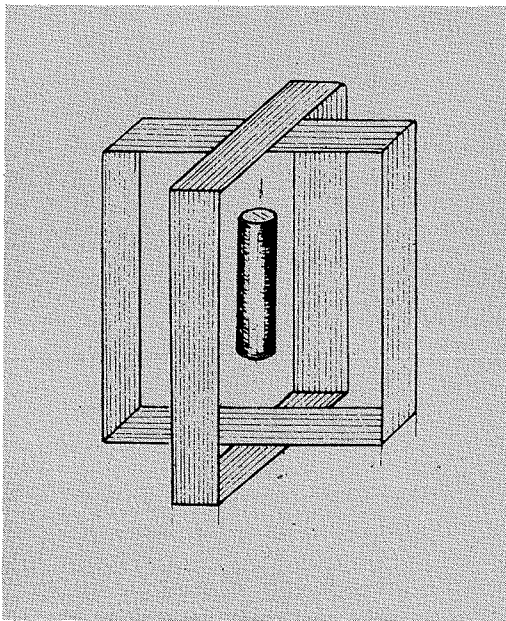

Fig. 20
Galileo Ferraris voleva, in altri termini, ottenere di sostituire alla rotazione materiale dell'elettrocalamita di cui sopra, quella di una coppia di poli aventi, rispetto all'organo da fare ruotare, effetti elettrici e meccanici equivalenti a quella dei poli della elettrocalamita, ma che avrebbero dovuto nascere e spostarsi attorno all'organo anzidetto, immettendo le singole correnti alternate di un sistema bifase in due bobine disposte attorno ad un asse centrale servente di rotazione all'organo più volte citato e formanti, l'una rispetto all'altra, un angolo proporzionale all'intervallo di tempo (1/4 di periodo) esistente tra una fase e l'altra del sistema bifase e cioè 90 gradi. Deciso questo, Galileo Ferraris prese due bobine di filo isolato, le montò come sopra accennato (vedi fig. 20) ad angolo retto l'una rispetto all'altra, e, tenendo sospeso verticalmente, mercè l'ausilio di una cordicella, un cilindretto all'incirca nel centro della crociera delle due bobine mandò nelle bobine anzidette le due correnti alternate di un sistema bifase. Il cilindretto, torcendo anche la cordicella di sospensione, riuscì a girare.
Galileo Ferraris (vedi fig. 21) sostituì allora i «rocchetti» anzidetti con delle potenti elettrocalamite collegate in circuito magnetico chiuso mediante quel fascio di fili di ferro che si vede nella fig. 21 e capaci, allorché negli avvolgimenti delle stesse, venivano fatte circolare, correnti alternate bifasi, di produrre tra i poli di segno contrario delle elettrocalamite stesse dei «campi magnetici» (4) molto intensi, i quali, spostandosi da una elettrocalamita all'altra, secondo il succedersi delle due correnti alternate del sistema nelle rispettive coppie di elettrocalamite, obbligavano la parte rotante del sistema a seguire quel che risultava essere in definitiva «un campo magnetico» anch'esso rotante, consentendole di sviluppare una potenza meccanica ben maggiore che nel 1° tipo di cui alla fig. 20.